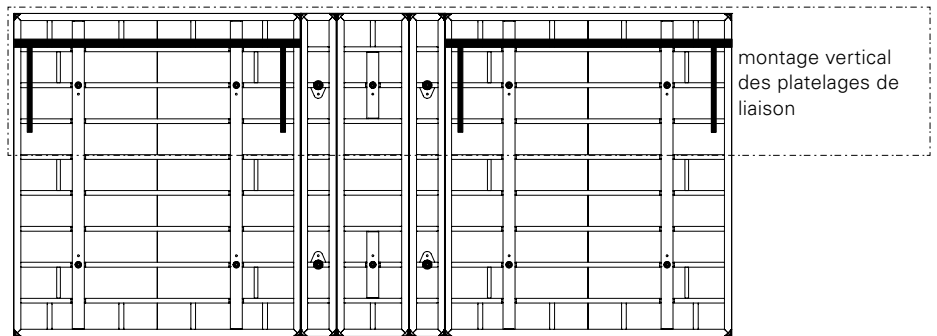

Fig. A7.01 (représentation schématique)
(Fig. A7.01)
- Montage du platelage de liaison sur un coffrage en position verticale. (Fig. A7.01)